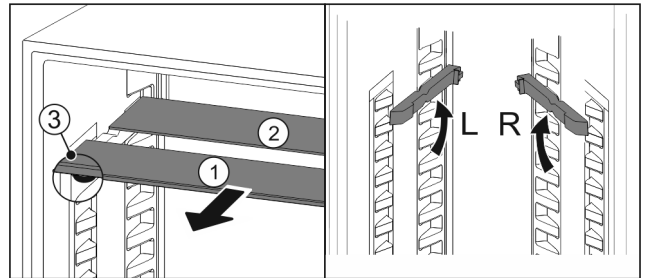

Fig. 57
- ▶ Retire las planchas de cristal individualmente hacia delante Fig. 57 (1).
- ▷ La placa de vidrio Fig. 57 (1) con moldura está situada delante.
- ▷ Los topes Fig. 57 (3) miran hacia abajo.